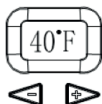

Figura 20
9. Funzione di regolazione della temperatura: la temperatura di avvio è la temperatura impostata in precedenza e la temperatura di raffreddamento può essere regolata premendo i pulsanti "+" o "-" sul pannello di controllo. Ogni volta che viene premuto il pulsante "+", la temperatura aumenta di un grado, premere il pulsante "-" una volta per abbassare la temperatura di un grado. Lo schermo visualizza la temperatura effettiva della birra nel fusto. Premere un pulsante qualsiasi per visualizzare la temperatura impostata e, dopo 3 secondi, tornare alla temperatura effettiva. Tenere premuto il pulsante "-" per scorrere tra le 6 temperature preimpostate, per impostare 4 °C (40 °F), 8 °C (46 °F), 9 °C (48 °F), 10 °C (50 °F), 11 °C (52 °C) e 12 °C (54 °F). Tenere premuto il pulsante "+" per passare da Fahrenheit a Celsius. La temperatura di raffreddamento dello spillatore può essere regolata tra 2-12 °C (36-54 °F). La macchina ha la funzione di memoria di spegnimento (impostata in fabbrica a 4 °C /40 °F) (come mostrato nella Figura 20).